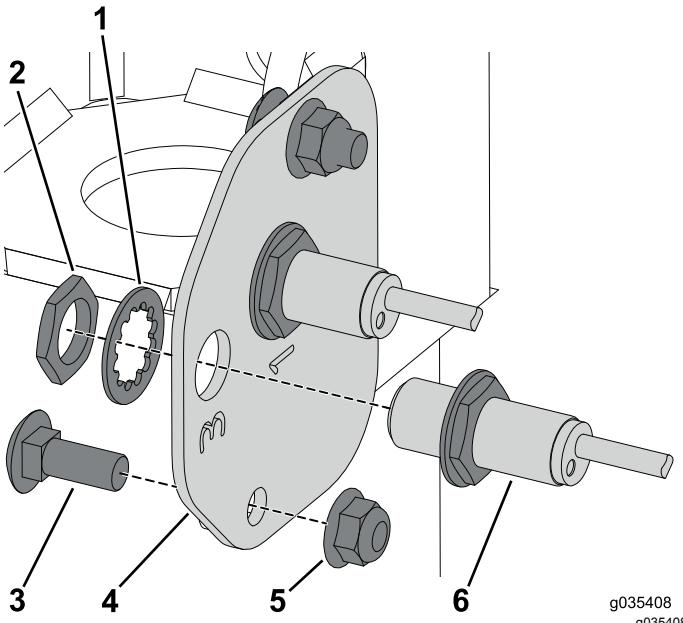

Bild 3
5. Nehmen Sie die Befestigungsmuttern und Scheiben vorne an den Initiatorsensoren an der rechten Seite der Sensorplatte ab und legen sie zur Seite (**Bild 3**).
7. Entfernen Sie die Schlossschrauben und Bundmuttern, mit denen die rechte Sensorplatte am Rahmen befestigt ist (**Bild 3**).